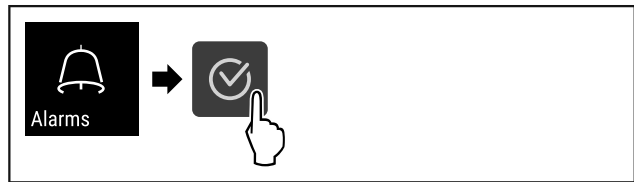

Fig. 107
- ▶ Kryeni hapat e veprimit (shihni Fig. 107) .